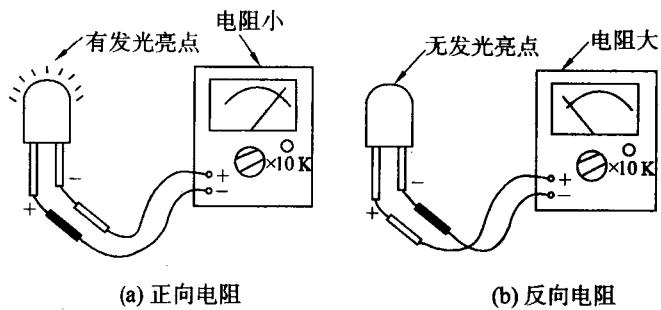

图 1-4
2.5 用指针式万用表 检测发光二极管时，必须使用“ $R \times 10 K$ ”挡，因此挡接表内 9 V 高压电池，当黑表笔接发光二极管正极，红表笔接发光二极管负极时，好的发光二极管会发光，如图 1-4 所示。由此，可确定发光二极管是否是好的。由于发光二极管的管压降为 2 V 左右，而指针式万用表的“ $R \times 1 K$ ”及以下各挡接表内电池是 1.5 V，低于管压降，不能点亮发光二极管，因此不能用“ $R \times 1 K$ ”以下低阻挡测发光二极管。